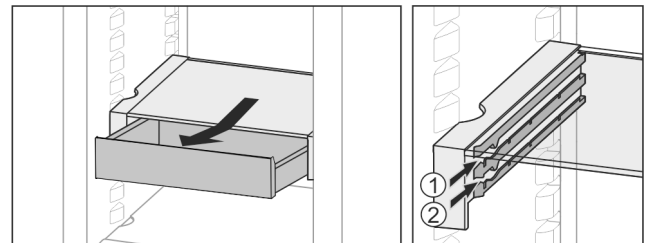

Fig. 36
- ▶ Op een willekeurige hoogte Fig. 36 (1) of Fig. 36 (2) erin schuiven.